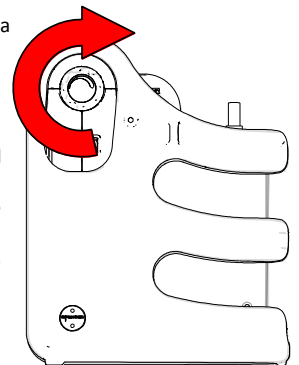

Fig. 20
2. Occludere l'estremità del tubo del paziente, quindi regolare il livello di aspirazione da 50 a 550 mmHg ruotando la manopola di regolazione dell'aspirazione (in senso orario per aumentare il livello di aspirazione, in senso antiorario per diminuirlo (fig. 20). Rilasciare e occludere ancora una volta per confermare l'impostazione. Il livello desiderato di aspirazione può essere visualizzato sul display led (fig. 20).